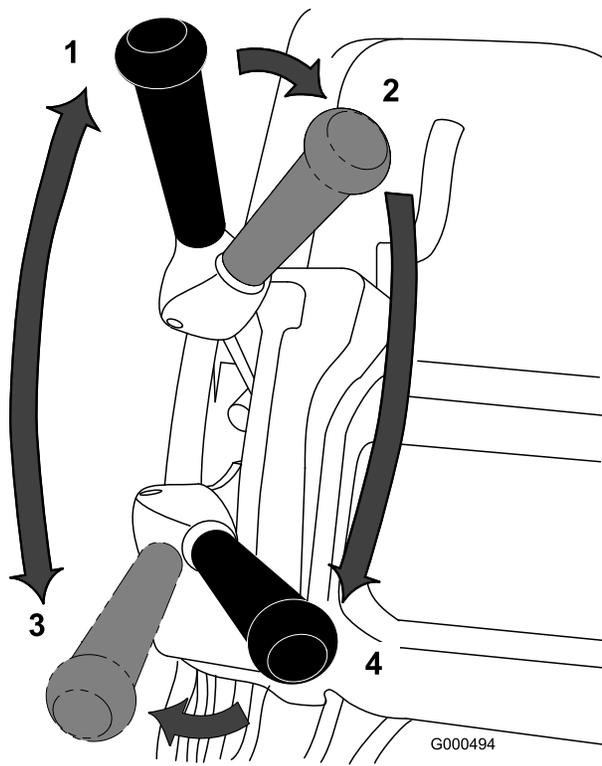

Figura 30
- Accendete la macchina, impostate la regolazione della velocità in posizione zero, abbassate la stegola per sollevare l'apparato di taglio, premete il comando presenza dell'operatore, spostate la leva della trazione in posizione di innesto (Figura 30) e aumentate gradualmente l'impostazione della regolazione della velocità per trasportare il tosaerba sul bordo del green.
- Disinnestate la leva della trazione, quindi spostate a sinistra e avanti, innestando la trazione e la trasmissione del cilindro (Figura 30).